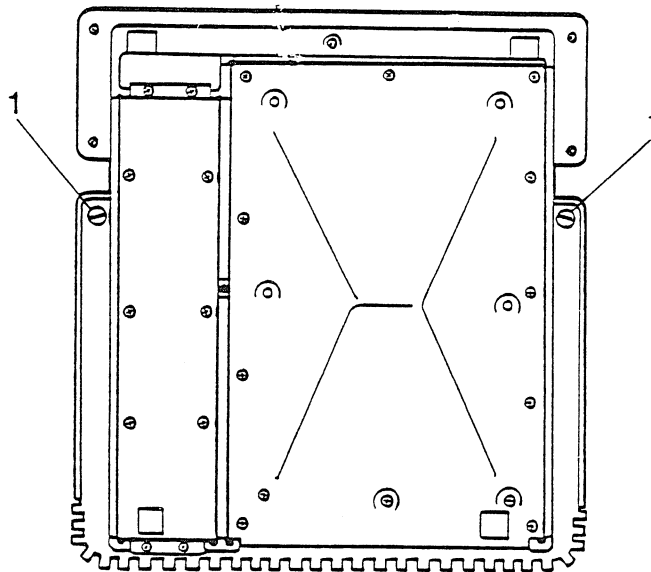

FIGURE 2
4. A l'aide d'un tournevis à lame plate, desserrer d'un quart de tour dans le sens inverse des aiguilles d'une montre les vis de blocage situées de chaque côté de l'Apple III,. (Voir la figure 2, No 1).